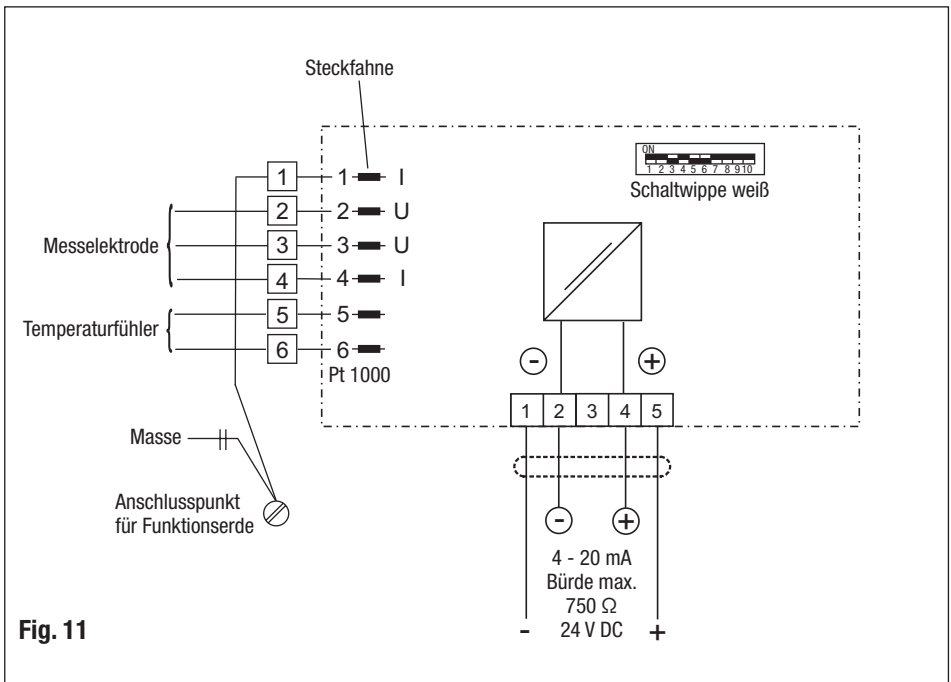

Fig. 11
1. Prüfen Sie, ob der Leitfähigkeitstransmitter gemäß dem Anschlussplan angeschlossen ist (**Fig. 11, 12**, Seite 21, 22).